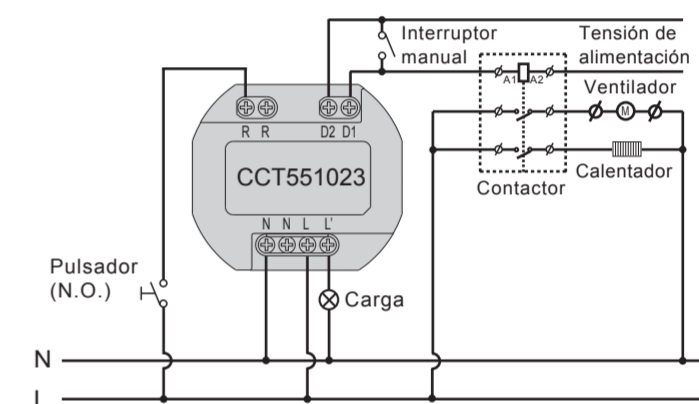
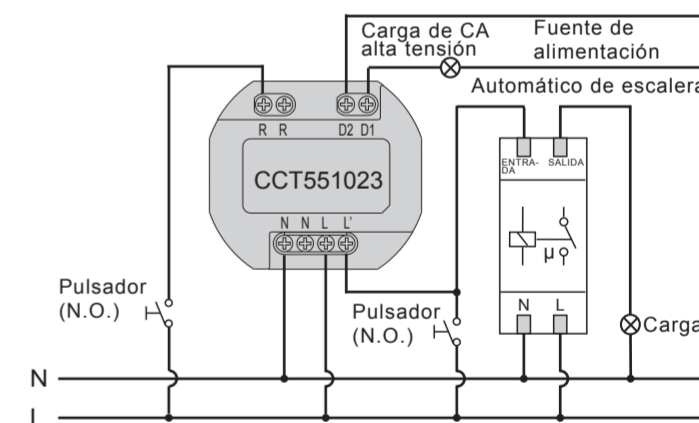
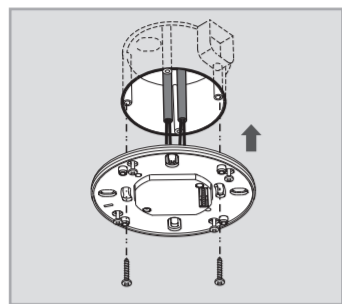

FIG. 5
FIG. 6
FIG. 9
#### 4.3.1 CCT551023 para aplicación estándar (véase FIG. 5)
#### 4.3.2 CCT551023 controla el temporizador de escalera (la hora 1 debe ajustarse a $\int$ $\int$ ) (véase FIG. 6)
4.4.1.3 Fije la caja de potencia en la caja de empalmes de estándar europeo mediante 2 tornillos (véase FIG. 9).
4.4.2.3 Observe la ilustración de las FIG. 5 - FIG. 6 para proceder al cableado correcto y a continuación atornille con fuerza la tapa de la caja de potencia.
4.4.3.5 Observe los diagramas de cableado para proceder a la correcta conexión (véase FIG. 5 - FIG. 6). Hay un orificio cuadrado en la placa de fijación. Al colocar la placa de fijación en la caja de empalmes, haga coincidir el hueco con la protuberancia de la caja de empalmes (véase FIG. 1), a continuación fije el cabezal del detector en la caja de potencia de acuerdo con la FIG. 9 y ensámblelos con los 4 tornillos de retención suministrados.